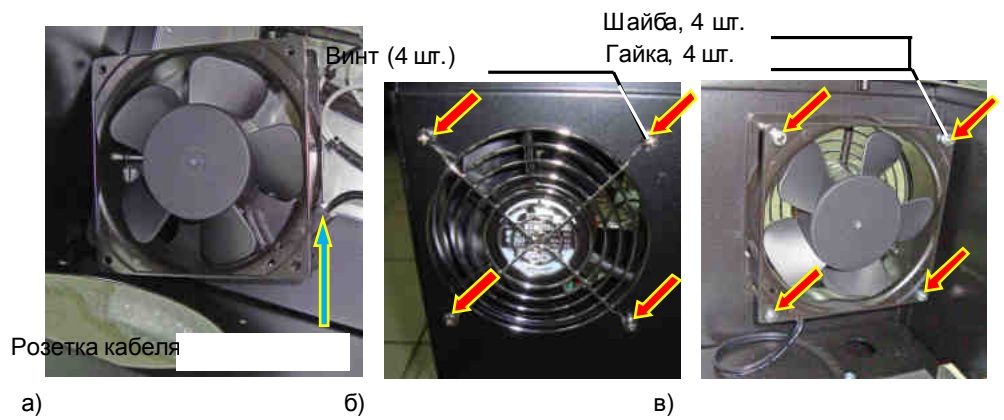

Рис. 7.31.
7.15.2.1. Подсоединить розетку кабеля вентилятора к вилке на корпусе вентилятора (рис. 7.31а).
7.15.2.3. Закрепить вентилятор в месте с решеткой на корпусе четырьмя винтами с помощью гаек и шайб (рис. 7.31б, в).